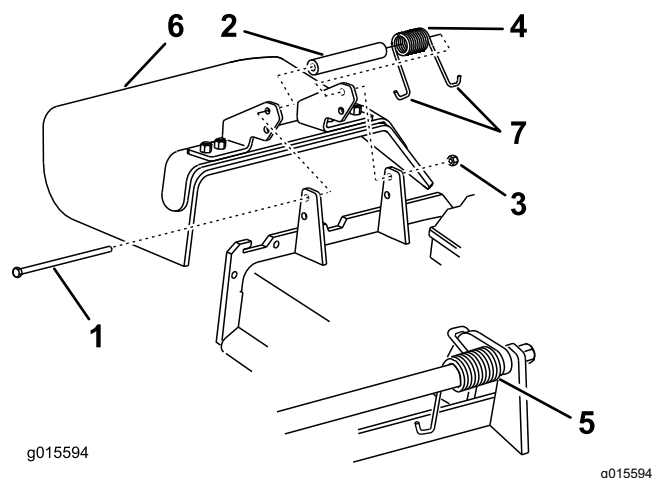

Figure 125
1. Retirez le contre-écrou, le boulon, le ressort et l'entretoise qui fixent le déflecteur aux supports de pivot (Figure 125).
2. Enlevez le déflecteur s'il est endommagé ou usé (Figure 125).
**Remarque:** Prenez soin de placer une extrémité en J du ressort derrière le bord du tablier avant de mettre le boulon en place, comme montré à la Figure 125.
6. Placez une extrémité en J du ressort autour du déflecteur d'herbe (Figure 125).